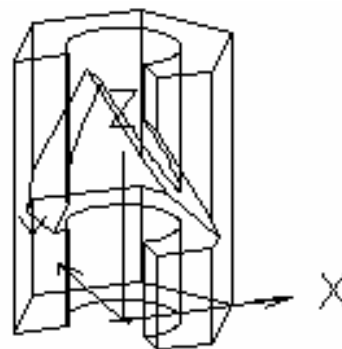

Рис. 5.52
58. В командной строке ввести команду **Тзрения (Vpoint)** с опцией **Поверни (Rotate)**, ввести угол в плоскости **XY** относительно оси **X** (angle in XY plane from X axis) **минус 110.67** (через точку), затем – угол с плоскостью **XY** (angle from XY plane) **19.45** (через точку) – рис. 5.52.